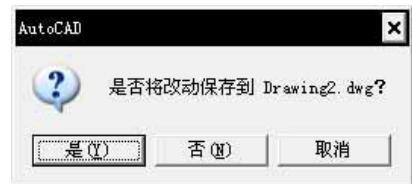

图 1-16 关闭提示
选择“文件” | “关闭”命令 (CLOSE)，或在绘图窗口中单击“关闭”按钮，可以关闭当前图形文件。如果当前图形没有存盘，系统将弹出 AutoCAD 警告对话框，如图 1-16 所示，询问是否保存文件。此时，单击“是 (Y)”按钮或直接按 Enter 键，可以保存当前图形文件并将其关闭；单击“否 (N)”按钮，可以关闭当前图形文件但不存盘；单击“取消”按钮，取消关闭当前图形文件操作，即不保存也不关闭。